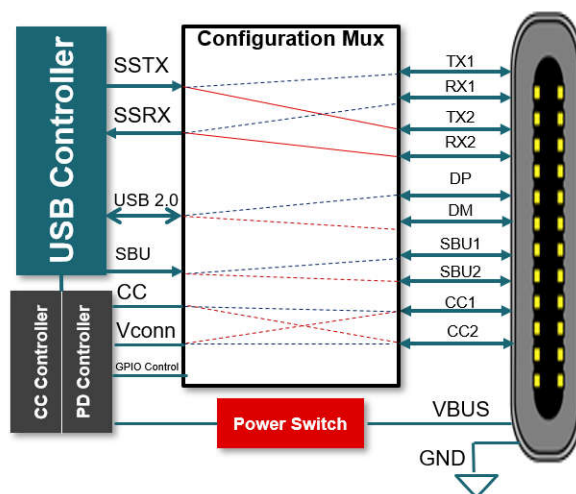

图 23. USB 配置多路复用器
在设备端, 通过检测主机将在插座端接哪个 CC 引脚, 设备可以控制用于路由其 SuperSpeed USB 信号对的功能多路复用器。**图 23** 展示了 SuperSpeed 发送 (TX) 和接收 (RX) 信号对的路由方式如何与 USB SuperSpeed 信号对 (SSTXp1/SSTXn1 和 SSRXp1/SSRXn1) 相对应。